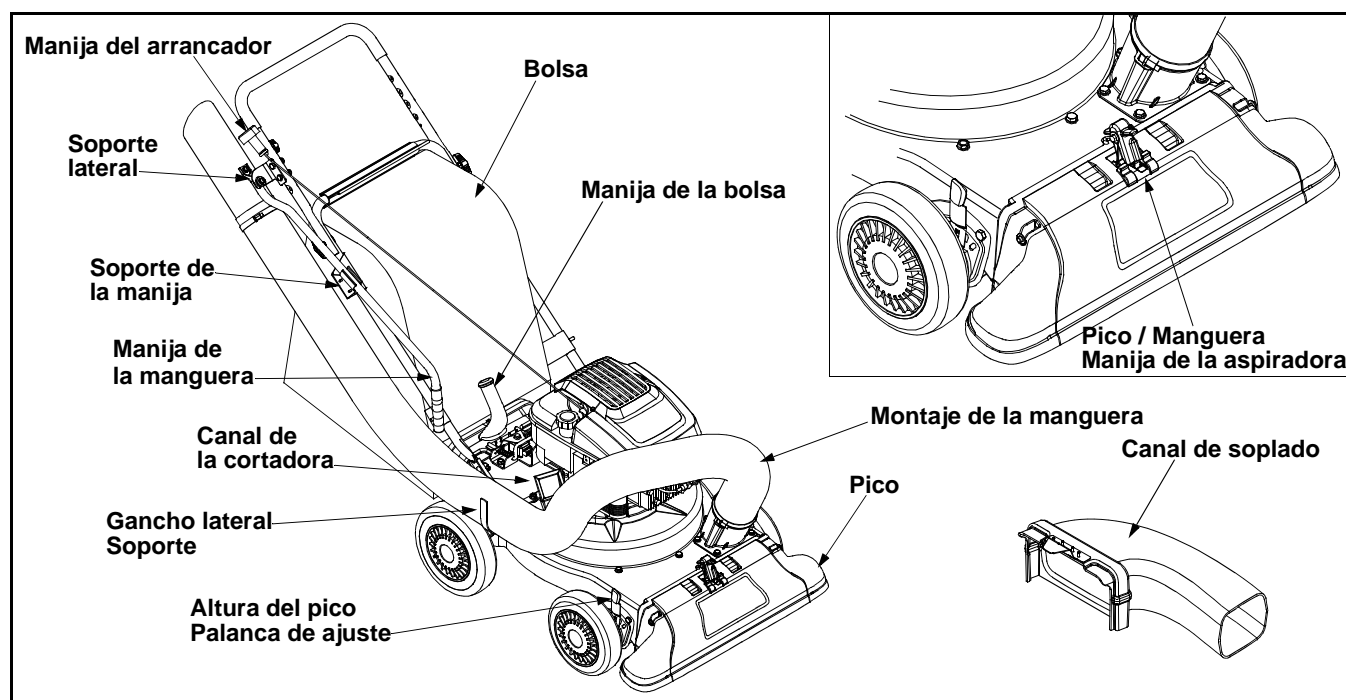

Figura 6
- Conecte la manija de la manguera ubicada cerca del extremo con pico de la misma al soporte lateral de la manija superior. Consulte Figura 6.
- Una a presión la manija de la manguera con el soporte de la manija inferior para ajustarla en su lugar y coloque el caño de la manguera en el gancho del soporte lateral que se encuentra próximo al canal de la cortadora. Consulte Figura 6.
Lea este manual de operación y las reglas de seguridad antes de poner la aspiradora para patios en funcionamiento. Compare las ilustraciones en Figura 6 con su unidad para familiarizarse con la ubicación de los distintos controles y ajustes. Guarde este manual para referencias futuras.
**Ruedas:** Lubrique los tornillos con reborde de las ruedas una vez por temporada con aceite liviano. Consulte Figura 6.
**Palancas de ajuste de la altura del pico:** Lubrique los puntos giratorios de las palancas de ajuste de la altura del pico una vez por temporada con aceite liviano. Consulte Figura 6.
**Varilla de seguridad:** Lubrique la varilla de seguridad con aceite liviano para facilitar la aplicación para colocar y sacar la bolsa del canal de soplado. Consulte Figura 6.
**Manija del pico / manguera de la aspiradora:** Lubrique la manija del pico / manguera de la aspiradora de la parte superior del pico una vez por temporada con aceite liviano. Consulte Figura 6.